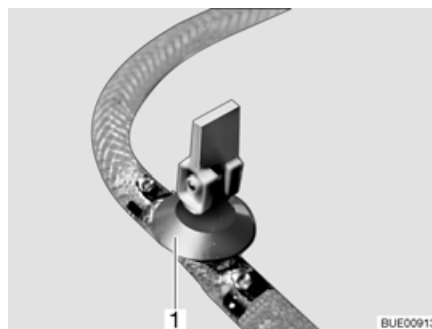

Bild 194 Avtappningskran (med vipparm)
- Öppna alla avtappningskranar. Ställ sedan vipparmen på avtappningskranen (Bild 194,1) i vertikalt läge.